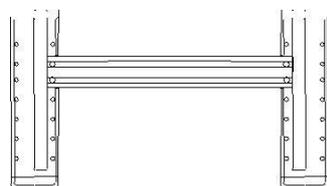

Рис.4
- Просверлите отверстия, как показано на рис. 4. Отверстие диаметром 80 мм должно находиться слегка ниже.